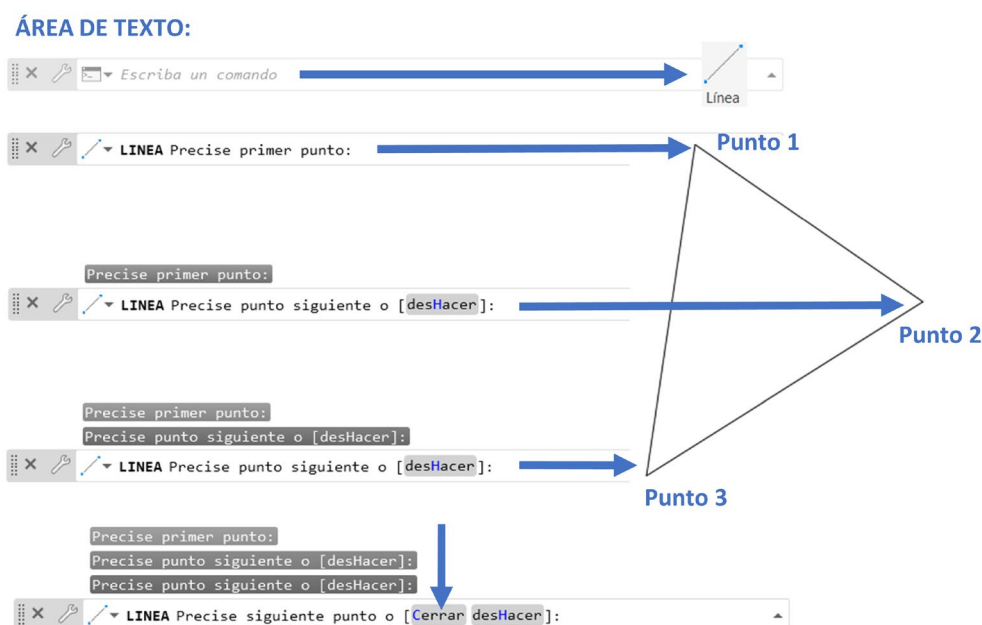

Figura 3.4. Dibujo de línea utilizando el *Área de texto*.
• Ejemplo dibujo de línea (Figura 3.4):